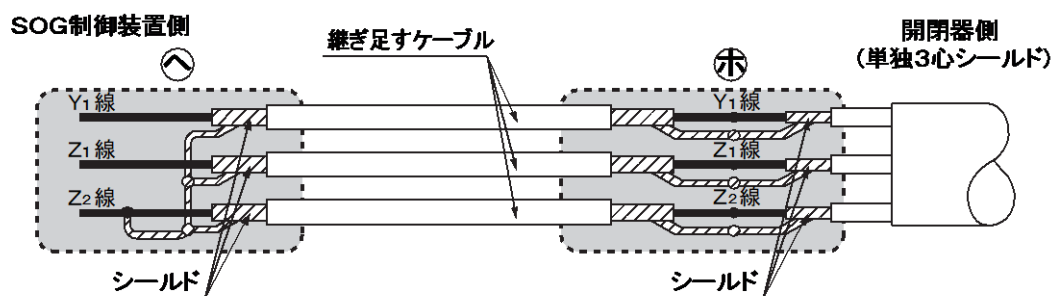

図 13 ケーブルの継ぎ足し
- ㊪ 開閉器側制御ケーブルの端末は、シールド線を Z2 端子に半田付けしていますので、継ぎ足す場合には Z2 端子から Y1、Z1、Z2 の各々のシールド線を外し、端子記号を合わせて接続してください。また開閉器側の Y1、Z1、Z2 のシールド線と継ぎ足すケーブル側の Y1、Z1、Z2 のシールド線を各々接続してください。(図 13)
- ㊫ 継ぎ足した側のケーブル端末は、SOG 制御装置側で Y1、Z1、Z2 のシールド線と Z2 端子を接続してください。(図 13)